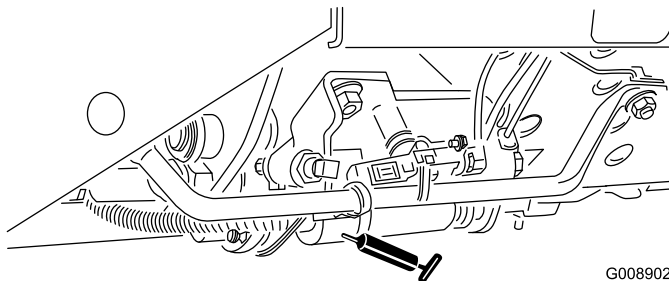

Рисунок 55
- Движок режима скашивания/транспортировки (Рисунок 55)